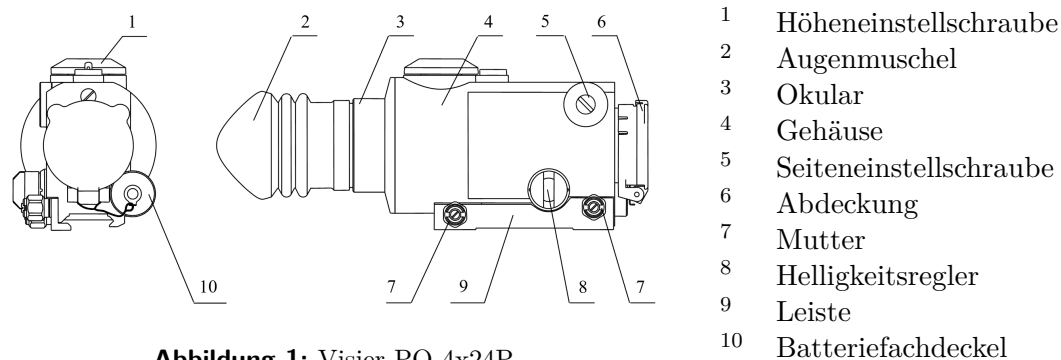

Abbildung 1: Visier PO 4x24P
Der Aufbau des Visiers ist in Abbildung 1 dargestellt.
Das Einschalten der Visier- und Helligkeitsregelung des Absehens erfolgt über den Schalter (8) (Abbildung 1). Das Visier wird ausgeschaltet, wenn der Schalter (8) in eine der mit «0» gekennzeichneten Positionen gebracht wird. Die Batterie muss in das mit dem Deckel (10) verschlossene Batteriefach unter Beachtung der Polarität - gemäß den Markierungen auf dem Gehäuse des Visiers - eingesetzt werden.
Der Schlüssel ist zum Anziehen der Muttern (7) (Abbildung 1) bei der Montage des Visiers auf der Klammer sowie zum Drehen der Einstellschrauben des Visiers vorgesehen. Das Benutzer-Memo ist für den Gebrauch während des Einsatzes gedacht.
- den Deckel von Batteriefach (10) abzuschrauben (Abbildung 1);
- den Deckel des Batteriefachs zu schließen (10)
- Überprüfen Sie die Übereinstimmung von Oberkante des Absehen ($\hat{}$) mit dem Zielpunkt. Im Falle einer Abweichung sind Korrekturen über die Einstellschrauben durchzuführen (1) (Abbildung 1) und (5) zu justieren
- den MPI bestimmen und Abweichungen des MPI vom Testpunkt (TP) zu messen (horizontal und vertikal)
- die Abdeckkappe (6) zu entfernen (Abbildung 1)
- Die Beleuchtung des Absehens einschalten und die optimale Helligkeit der Absehenbeleuchtung mit dem Regler (8) einzustellen